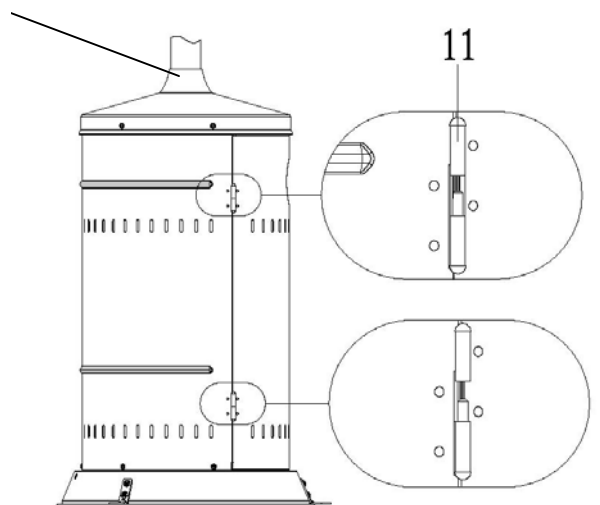

Abb.2
SCHRITT 7: Tür am Gehäuse anbringen. (Siehe Abb. 2 und Abb. G)